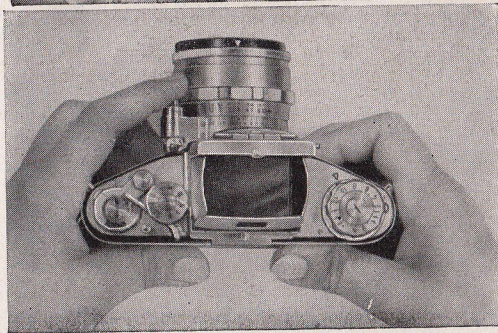

Abb. 11
Beim Einstellen wird der Knopf (8) angehoben und in der Pfeilrichtung gedreht, bis die gewünschte Belichtungszeit dem roten Markierungspunkt auf der beim Einstellen unbeweglichen Innenscheibe gegenübersteht. Dann läßt man den Knopf (8) in die ursprüngliche Stellung zurückfedern. In gleicher Weise stellt man auch den Schlitzverschluss für Zeitbelichtungen mit längerer Dauer als 12 Sek. B oder T ein. Das Auslösen (Abb. 11) erfolgt durch Druck auf den Auslöseknopf (3), in den auch ein Drahtauslöser eingeschraubt werden kann. Der Auslöseknopf kann durch die schwenkbare Auslösesperre (3a) gegen ungewollte Betätigung geschützt werden (wichtig für Transport und Aufbewahrung der Kamera). Die Sperre muß